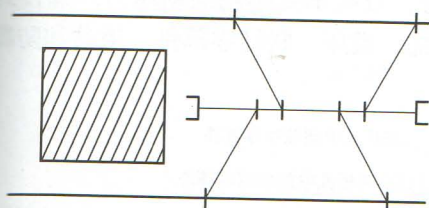

图 3-5 临时停车线
(4) **临时停车线** 列车在运行过程中难免会出现故障，当故障对高密度、高速度的列车运行产生影响，或对乘客的安全和舒适度不利时，故障列车就要被安排下线就近进入临时停车线，或送回临近维修基地进行检查和修理，为了不影响后续列车运行，设计上应能使故障列车及时退出运营正线，如图 3-5 所示。